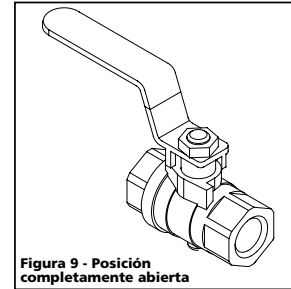
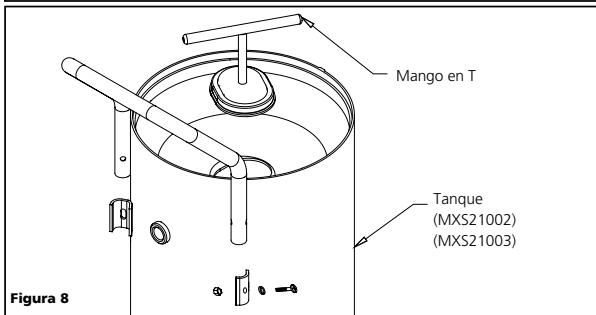

Figura 9 - Posición completamente abierta
Figura 8
4. Mientras hala el mango en T (ver figura 8), abra por completo la válvula esférica de mango azul (ver figura 9). El aire comprimido llenará el tanque y el filtro.